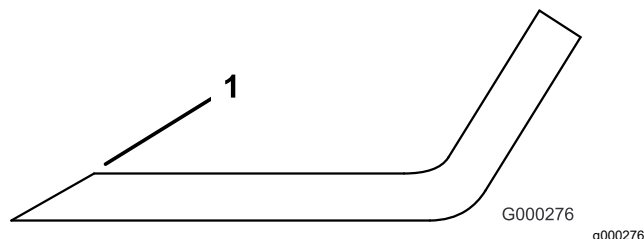

Figura 95
3. Inspeccione los filos de corte de todas las cuchillas, y afílelos si están romos o tienen mellas (Figura 95).
**Nota:** Afile únicamente la parte superior del filo y mantenga el ángulo de corte original para asegurar un filo correcto (Figura 95). La cuchilla permanece equilibrada si se retira la misma cantidad de material de ambos filos de corte.